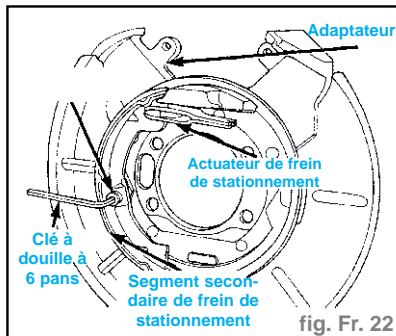

fig. Fr. 22
- Déposer le ressort et la goupille de maintien du segment secondaire (fig. Fr. 22).
- Poser le ressort et la goupille de maintien sur le segment secondaire de frein de stationnement (Fig. Fr. 22).